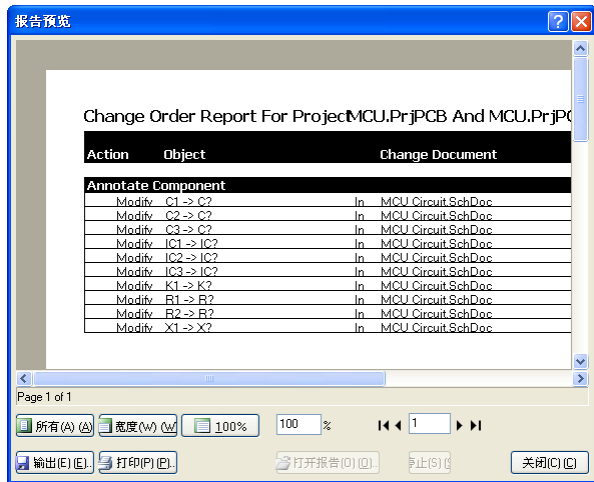

图 2-31 更新预览表
- 5) 单击“报告更改”按钮，以预览表方式报告变化，如图 2-31 所示。